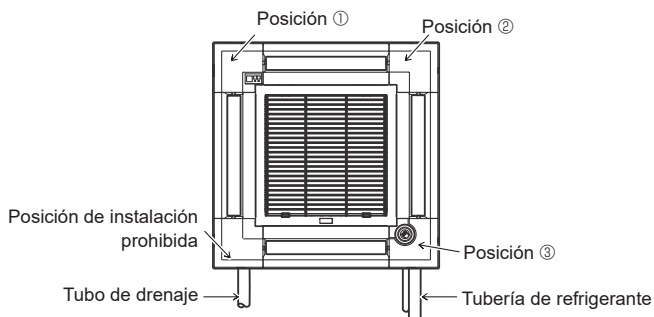

Fig. 9-10
- El panel angular del i-see Sensor debería fijarse en la rejilla ① con el tornillo ③.
- * Si la posición del i-see Sensor se ha cambiado de la posición por defecto (Posición ③) a la otra posición, cambie la configuración de funciones. (Consulte la página 12 y la Fig. 9-10)
- El panel angular del i-see Sensor no puede instalarse en el lateral del tubo de drenaje de la unidad principal. (Consulte la Fig. 9-10)